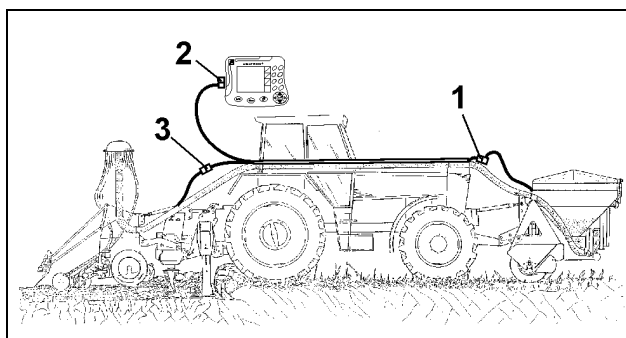
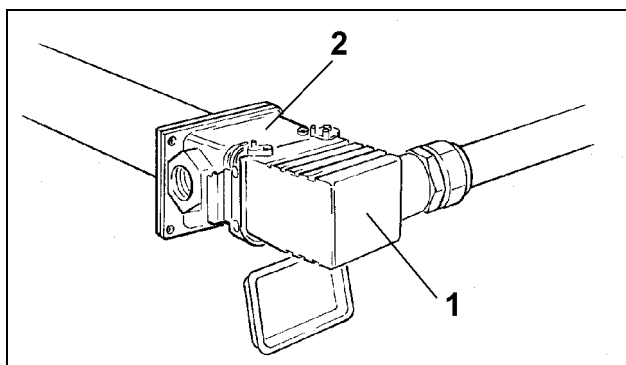
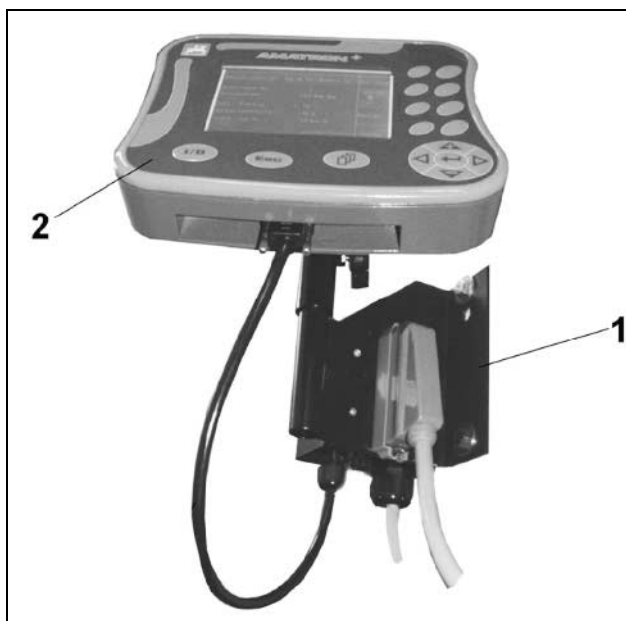

Fig. 33
Fig. 34
Fig. 35
Sammen med såslerne trækkes og fastgøres det elektriske ledningsnet (Fig. 33) langs traktoren.
- Fronttankens kombistik tilsluttes ledningsnettet (Fig. 33/1, Fig. 34).
- Stikket på **såmaskinen** tilsluttes ledningsnettet (Fig. 33/3).
- Ledningsnettet tilkobles til maskinstikket på **AMATRON⁺** (Fig. 33/3, Fig. 35).